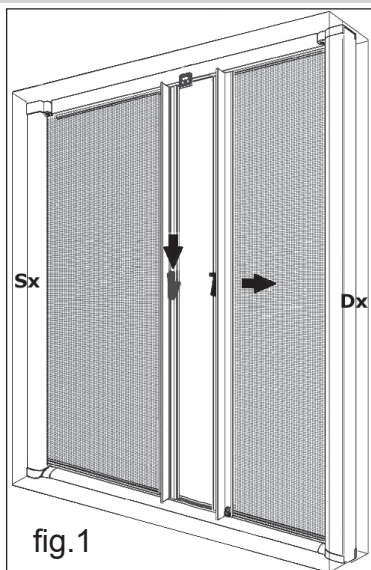

fig.1
- Per sganciare l'anta mobile, premere la maniglia di sgancio (fig.1).